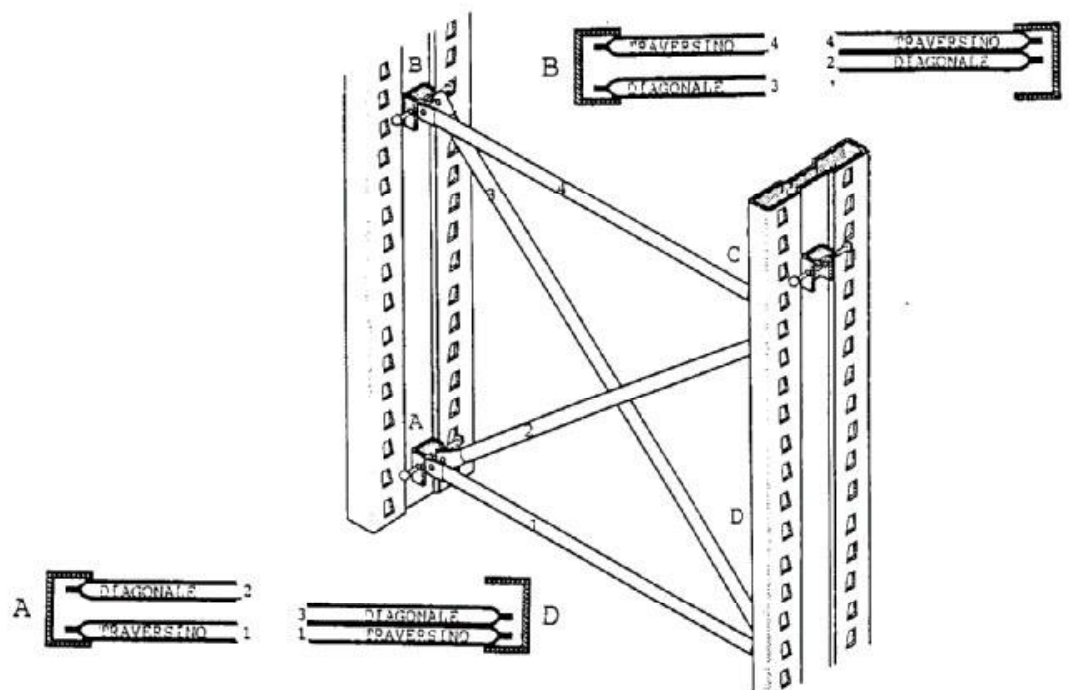

Fig. 12
4. De schoorkader bevestigen zoals afgebeeld in fig. 12